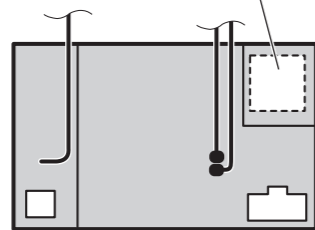

Abb. 4
- Die Kabel dürfen nicht den in der Abbildung unten dargestellten Bereich bedecken. Dies ist erforderlich, damit die Verstärker ungehindert abstrahlen können. (Abb. 4)